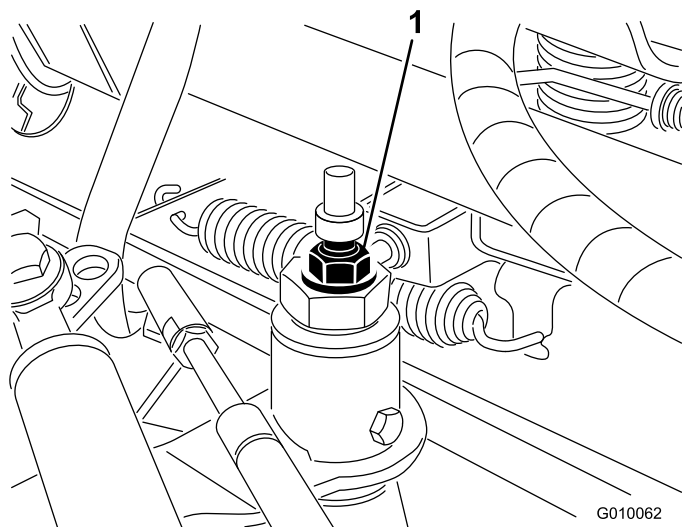

Figura 53
3. Allentate il dado di bloccaggio sulla camma di regolazione della trazione (Figura 53).